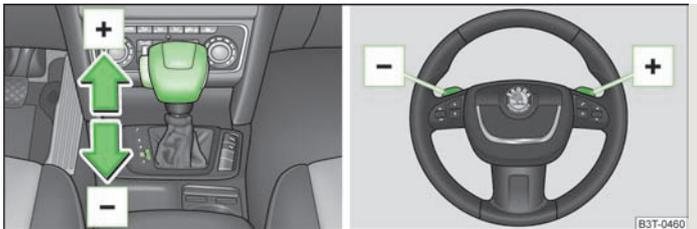

Fig. 127 Alavanca selectora e volante multifunções
► Impulsione a alavanca selectora para a frente » Fig. 127 **+**.
► Puxe o interruptor oscilante direito **+** » Fig. 127 no volante multifunções.
► Puxe o interruptor oscilante esquerdo **-** » Fig. 127 no volante multifunções.